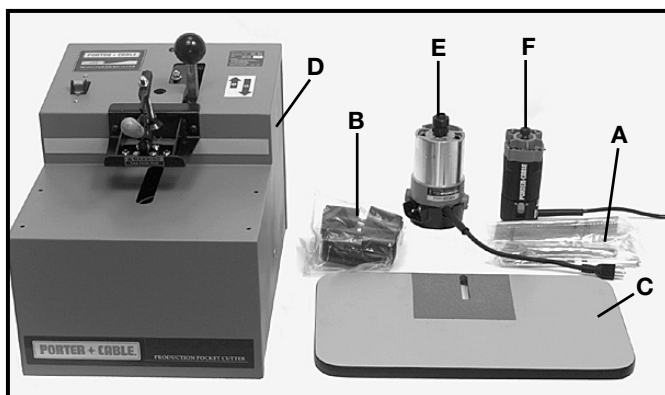

Fig. 1
2. Repérez chacun des éléments indiqués ci-après (voir Fig. 1).